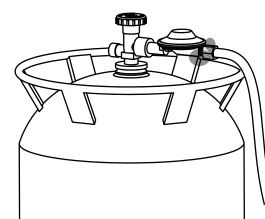

Figure 9
- Regulatorjem in cevjo (glej Figure 9)